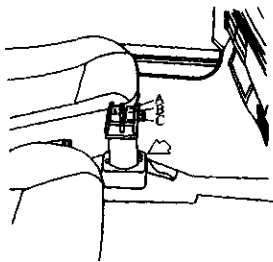

图 3-28 将上换挡杆放在“C”位置上
14) 安装专用工具 VW5305/7，使其嵌入换挡杆支架前孔中，将上换挡杆放在“C”位置上，如图 3-28 所示。